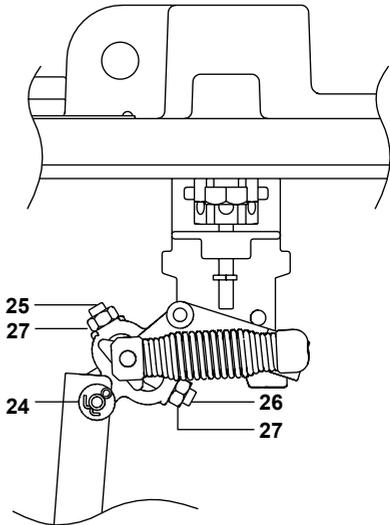

Fig. 8
2. Cuando el líquido cae por gravedad en el cuerpo de la bomba a través de la válvula de retención de entrada (12), la boya (7) empieza a flotar y sube
3. Mientras la boya (7) continúa subiendo, el enlace con el mecanismo (9) hace que la tensión en los resortes (10) aumente. Cuando la boya (7) alcanza su posición más elevada, el mecanismo de enlace se dispara hacia arriba. La energía almacenada en los resortes se libera a medida que la barra de empuje se mueve hacia arriba, para abrir simultáneamente la válvula de admisión de vapor motriz y cerrar la válvula de escape (Fig. 8).
4. El flujo de vapor a través de la válvula de admisión (17) aumenta la presión dentro del cuerpo. Esto cierra la entrada de la válvula de retención (12) y empuja el líquido hacia fuera a través de la válvula de retención de descarga (12a).
5. Mientras desciende el nivel de líquido del cuerpo de la bomba, la boya baja y el enlace con el mecanismo (9) es accionado, lo cual aumenta de nuevo la tensión en los resortes (10). Cuando la boya alcanza su posición más baja, el mecanismo de enlace se dispara hacia abajo. La energía almacenada en los resortes se libera a medida que la barra de empuje se mueve hacia abajo, para abrir simultáneamente la válvula de escape y cerrar la válvula de admisión de vapor.
2. Inspeccione visualmente el mecanismo para verificar que no tenga incrustaciones o esté sucio y que se mueve libremente. **Nota: Los espárragos y tuercas de tope de carrera (Fig. 8 ítems 25, 26) son ajustados en fábrica y no deben alterarse durante operaciones de mantenimiento posteriores.**
- a. Quite el eje (ítem 24, Fig. 8) del extremo del mecanismo de la barra de conexión y gire la boya y las palancas hacia el lado opuesto del soporte.